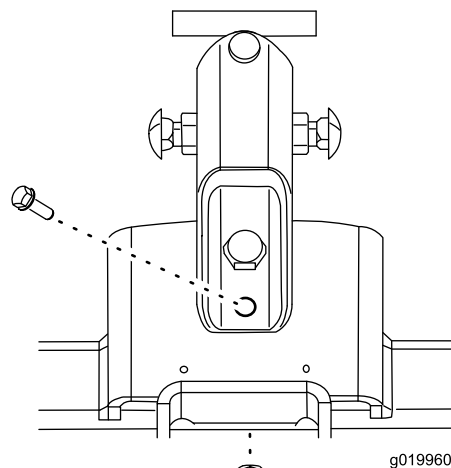

図 7
5. 新しく開けた穴にねじ (3/8インチ) を通し、ブラケットアセンブリを取り付けて、フランジナット (3/8インチ) で固定する (図 7)。